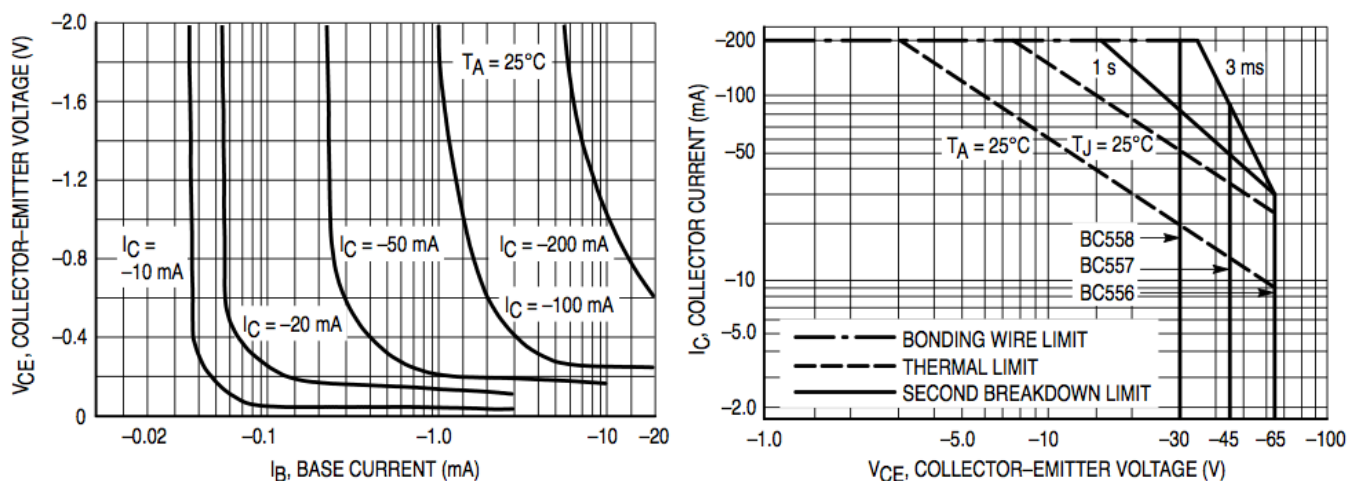

Figure 5: Courbe (I_B, V_{CE}) du transistor BC557B (à gauche), région active et intervalles d'opération sûre (à droite).
1. En observant la figure 5, décrivez l'effet d'appliquer $I_B \neq 0$ sur V_{CE} . Quelle est la polarisation de ce BJT ?
2. En extrapolant les courbes (I_B, V_{CE}) de la figure 5 pour $I_C = -2$ mA, estimez à quelle valeur de I_B le transistor passe du mode de blocage en mode de saturation.